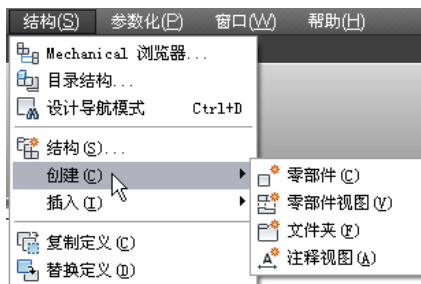

图 7-17 零部件的四个子命令
- ◆ 菜单栏：选择“结构 | 创建”菜单，在其下选择相应的子菜单，如图 7-17 所示。